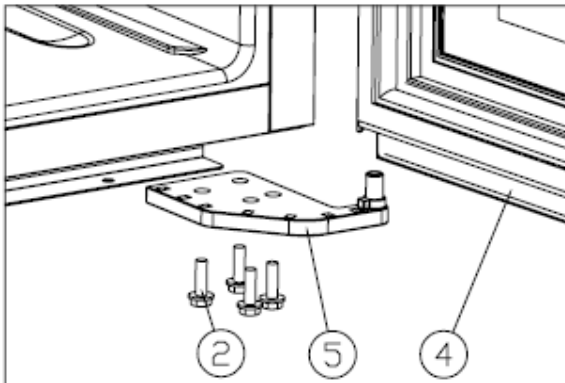

Abb. 2
- ✦ Die M5*16-Schrauben lockern, das untere Scharnier entfernen⑤. [Abb. 2]